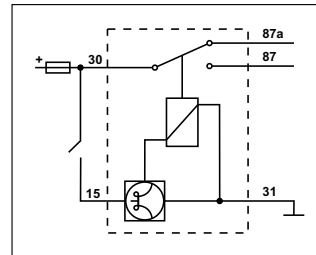

Рис. 1
- 2.1 Подключить реле по схеме (рис.1).